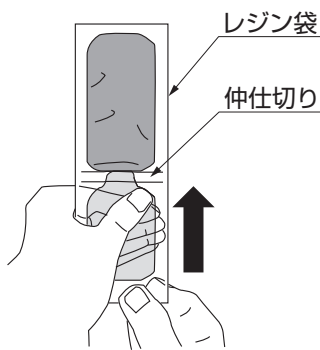

図4-2
- ③レジン袋を端から巻き上げ、内部の樹脂を押し出して仲仕切り部を貫通させてください。（図4-2参照）